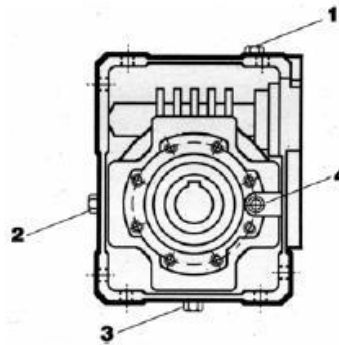

Figura 6
**APPLICAZIONE ORIZZONTALE (Figura 6)**